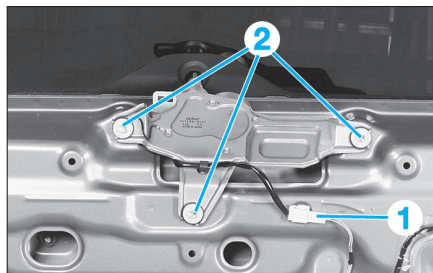

FIG. 69
- Débrancher le connecteur (1) du moteur d'essuie-vitre (**Fig.69**).
- Déposer les trois vis (2) de fixation du moteur puis le retirer.